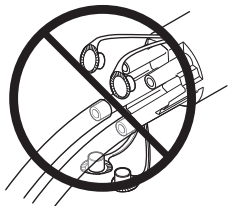

Figura 5 Feche todas as portas que não sejam utilizadas
4. Feche todas as portas do tubo de distribuição que não sejam utilizadas com as respectivas tampas (Figura 5).